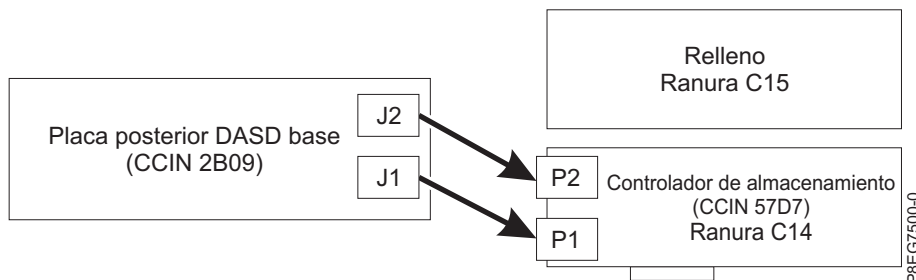

Figura 10. Reconexión del cable SAS en la configuración de almacenamiento base
- Si tiene un adaptador interno PCIe3 x8 SAS RAID (CCIN 57D7) en la ranura P1-C14 (característica de almacenamiento base), un cable SAS conecta el conector de la placa posterior de la unidad de disco inferior (J1) con el conector P1 del adaptador y otro cable SAS conecta el conector de la placa posterior de la unidad de disco superior (J2) con el conector P2 del mismo adaptador. Consulte Figura 10.